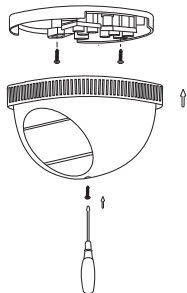

Рисунок 25 – Монтаж ДД 042
4.2.5 Установка и подключение датчика ДД 042 (рисунок 25)